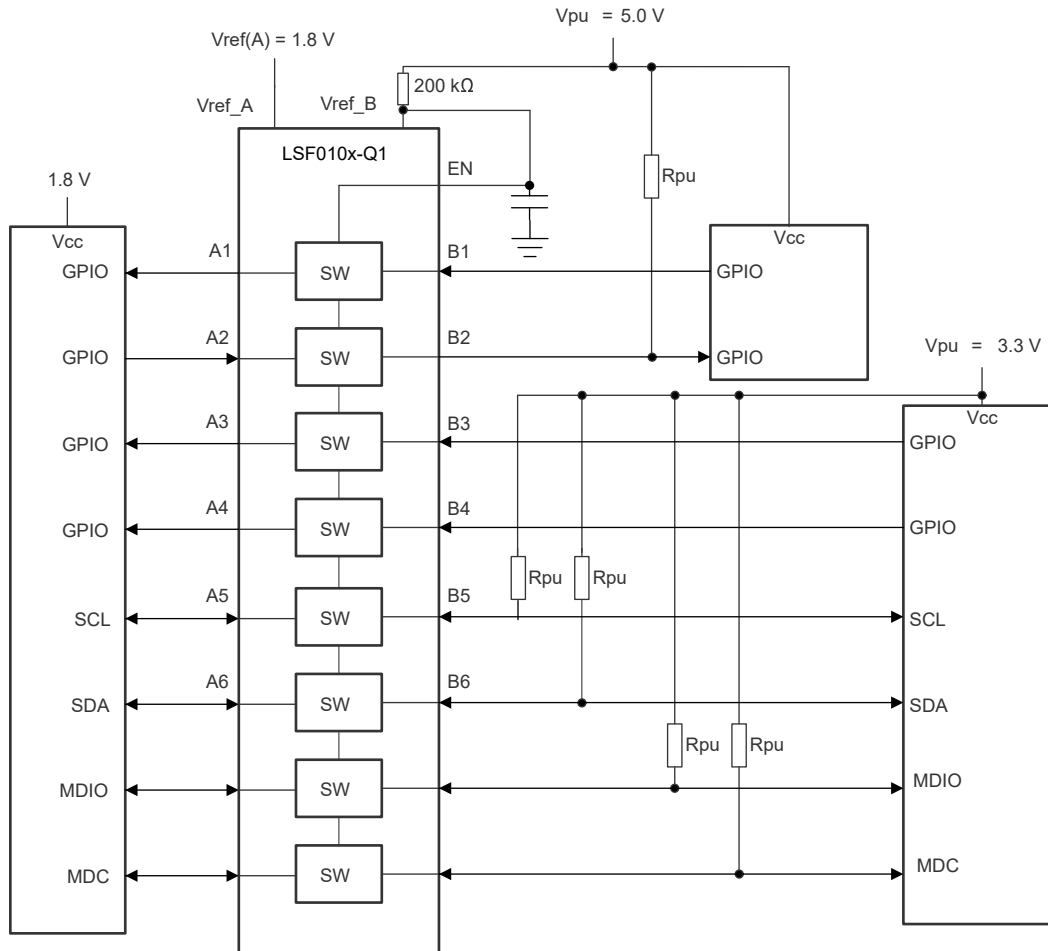

図 9-6. LSF010x-Q1 によるマルチ電圧変換
各チャンネルの電源電圧 ( $V_{PU}$ ) は、プルアップ抵抗により個別に設定可能です。図 9-6 に、この混合モードのマルチ電圧変換の例を示します。マルチ電圧変換の詳細については、『LSF ファミリーを使用したマルチ電圧変換』ビデオを参照してください。
**代表的な動作 ( $V_{ref\_B} > V_{ref\_A} + 0.8V$ ):** このシナリオでは、図 9-6 のチャンネル 1 および 2 に示すように、適切な降圧変換のために A 側にプルアップ抵抗は必要ありません。デバイスの標準動作モードでは、B から A への降圧変換時に、A 側の I/O ポートが  $V_{ref\_A}$  にクランプされ、適切な電圧変換が行われます。デバイスの動作の詳細については、『LSF ファミリを使用した降圧変換』ビデオを参照してください。